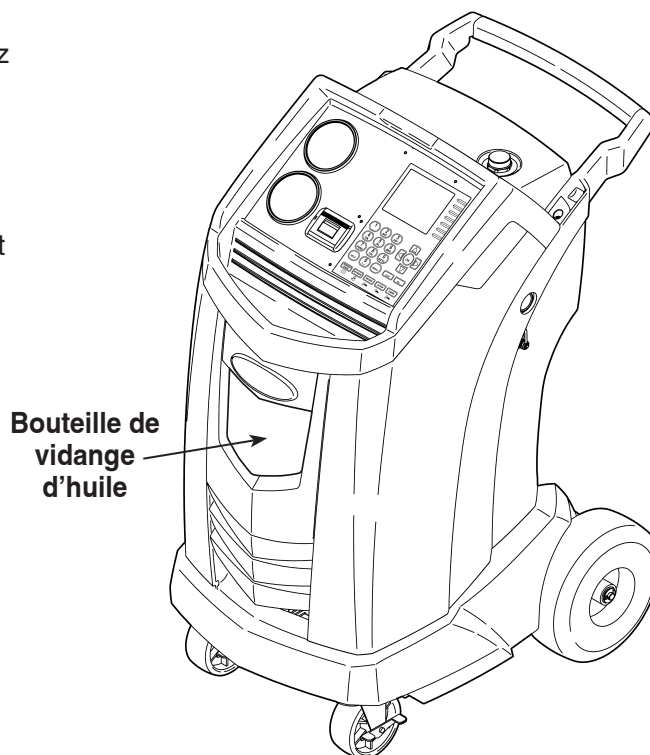

Figure 2
1. Tenez la bouteille de vidange d'huile droite et insérez complètement le connecteur dans l'orifice. Voir la figure 2.